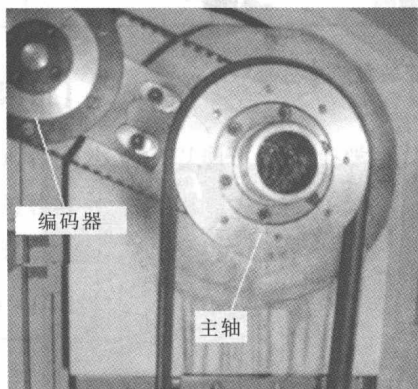

图 1-1-3 主轴与编码器
(2) 主轴箱。主轴箱用于固定机床主轴。主电动机通过三角带直接把运动传给主轴,如图 1-1-3 所示。